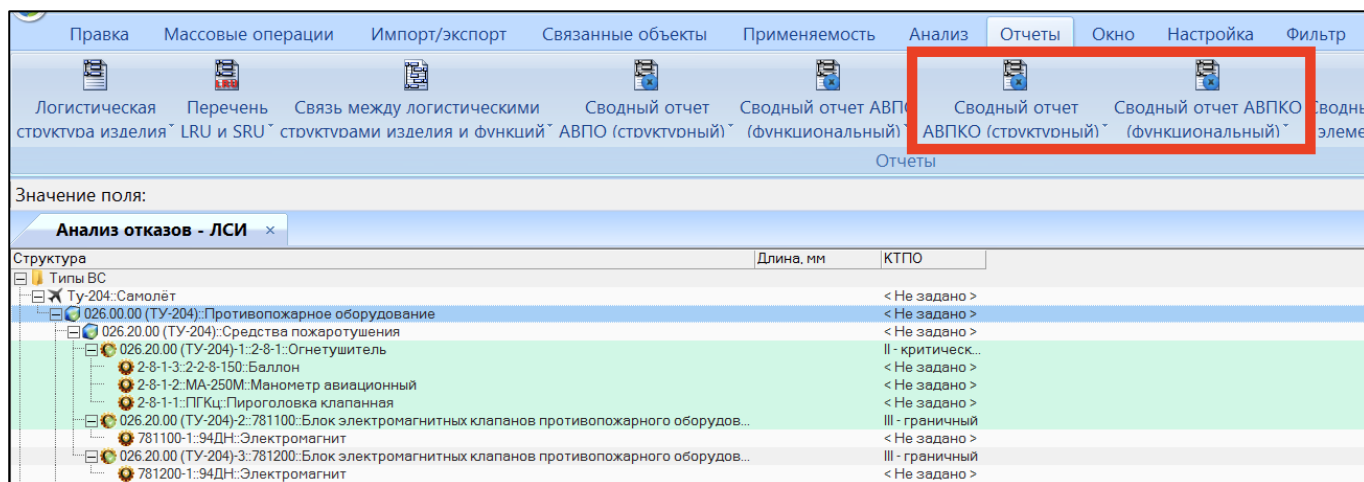

Рис. 10-326 – Вкладка «Отчеты»
8) В колонках «КТПО» и «Категория важности»³⁶⁾ для элементов ЛСИ будут выведены значения, полученные в результате проведения анализа АВПКО на основании данных по КТПО для ФО и их интенсивности (рис. 10-326). Условия для назначения категории важности задаются в диалоговом окне запуска расчета.